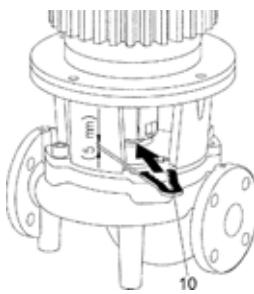

Fig. 45: Plassering av montasjegaffelen
- Plasser montasjegaffelen (Fig. 45, Pos. 10) mellom lanternen og koblingen. Montasjegaffelen må sitte uten klaring.